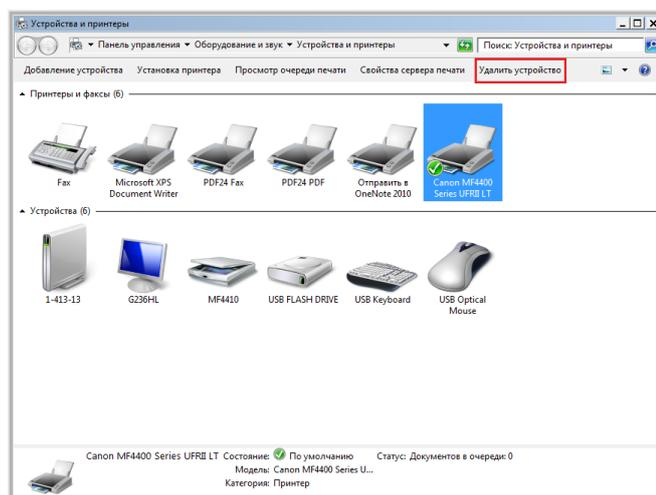

Рисунок 29.10 – Удаление МФУ
7. Удалите устройство Canon i-SENSYS MF4410 (рисунок 29.10).